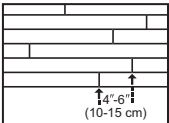

Figura 4
- Ponga atención para escalar los extremos de los tableros al menos de 4"-6" (10-15 cm) cuando sea posible en hileras adyacentes (Figura 4). Esto ayudará a lograr una apariencia general más favorable del piso.
- Compruebe que exista un encaje ajustado entre todos los bordes y extremos de cada tabla. Las uniones de extremo de las hileras adyacentes deben escalonarse 4"-6" (10-15 cm) cuando sea posible, para lograr una apariencia general favorable (Figura 4).
- Conservse 6" (15 cm) de distancia entre las juntas de extremo después de las primeras cuatro hileras para lograr una mejor apariencia (Figura 4).